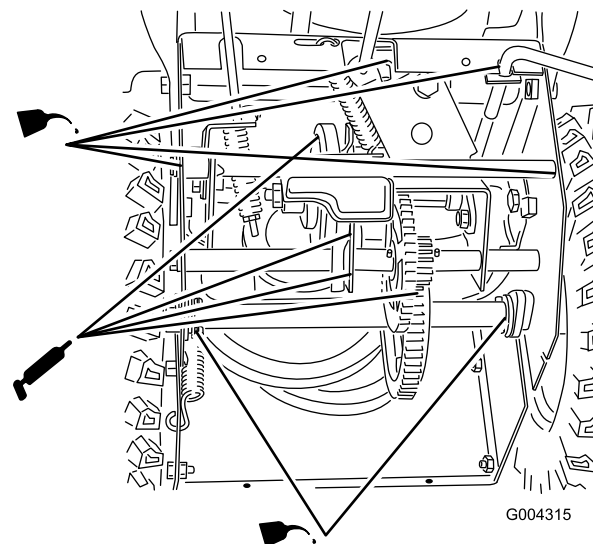

Рисунок 28
4. Нанесите тонкий слой легкого масла на снегоочиститель в соответствии с рис. Рисунок 28.
- Производите смазку снегоочистителя в соответствии с Рисунок 28.